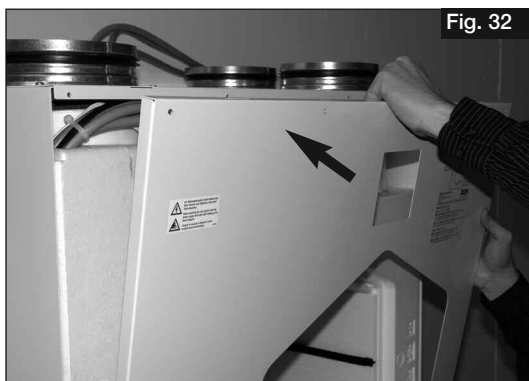
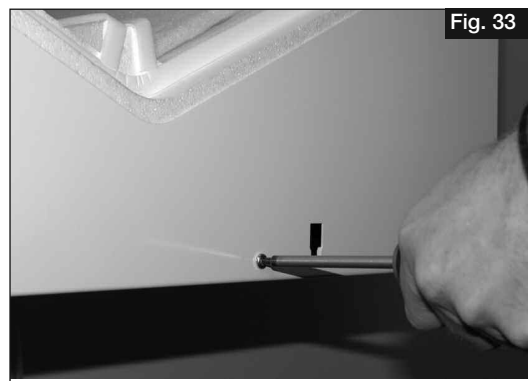

Fig. 32
Fig. 33
2. Poser le panneau frontal sur la centrale (fig. 32) et fixer avec des vis (6) (fig. 33).